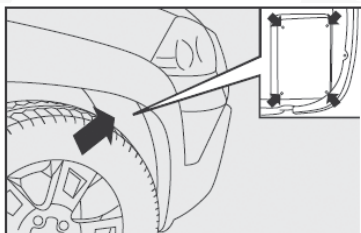

fig. 41
1) Quite la tapa de inspección de los faros de profundidad ubicada en el interior del hueco de la rueda fig. 41, utilizando una llave Phillips en los tornillos indicados en el detalle fig. 41;